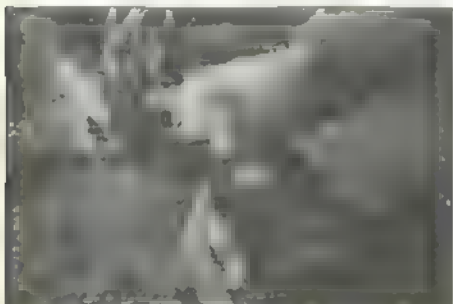

Fig. 1 - Callo interdigital. Sus toros no deben comenzar el entore con un callo en alguno de los miembros.
a) Callo interdigital. Es una tumoralización que ocupa el espacio entre ambos dedos (Fig. 1) con más frecuencia en los miembros posteriores.